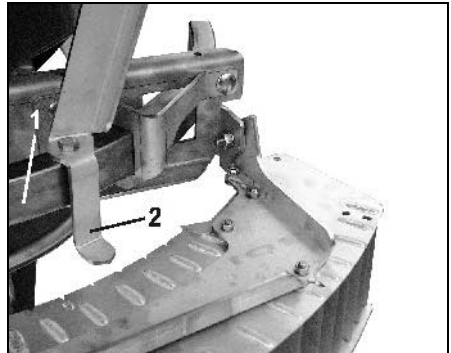

Fig. 41
- Den Grenzstreuschirm auf dem Führungsbügel (Fig. 41/1) soweit verschieben bis der Zeiger (Fig. 41/2) auf den einzustellenden Wert aus der Streutabelle (Fig. 39) steht.